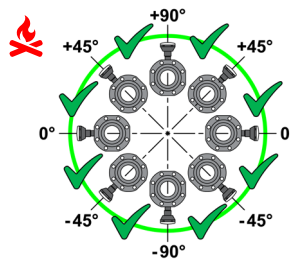

Fig.14
- **Applicazioni in riscaldamento:** il sensore di flusso può essere orientato con inclinazioni comprese fra +90° e -90° (Fig.14);